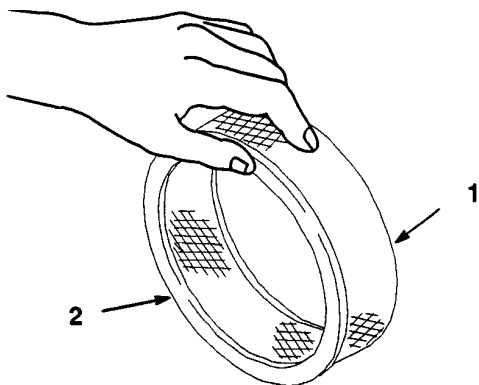

Fig. 17
- A. Picchiettate leggermente il filtro su una superficie piana per rimuovere polvere e sporco (Fig. 17).